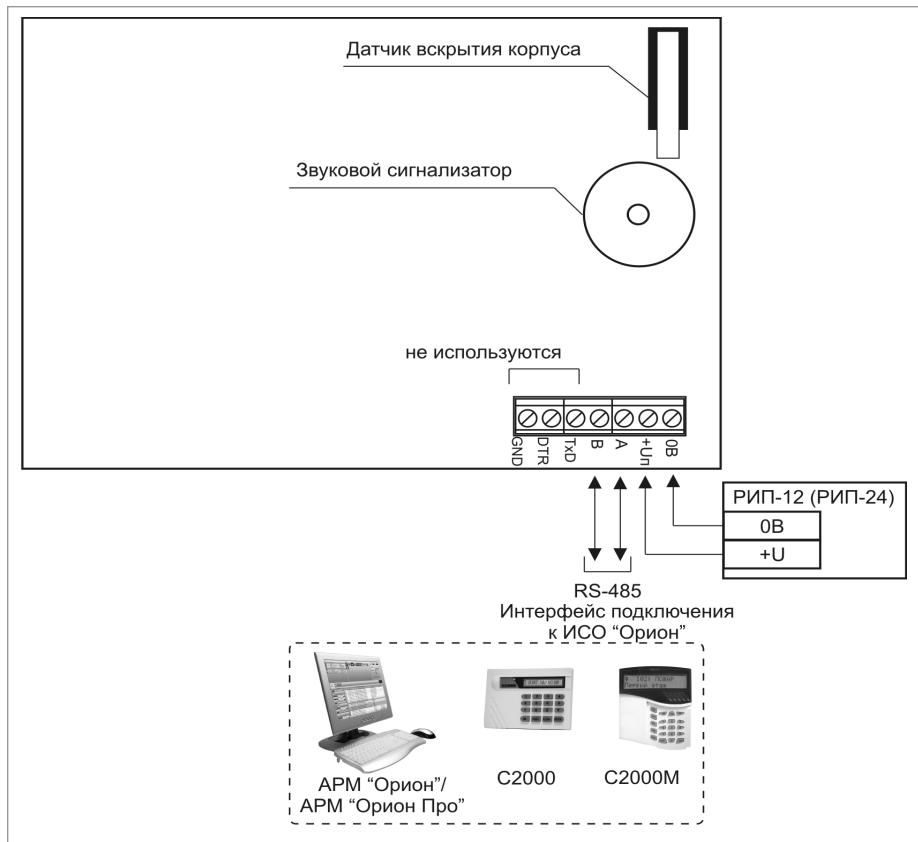

Рисунок 3. Схема внешних соединений клавиатуры «C2000-K»
- Подключение соединительных линий выполняйте в соответствии с проектной документацией и схемой на рис.3.